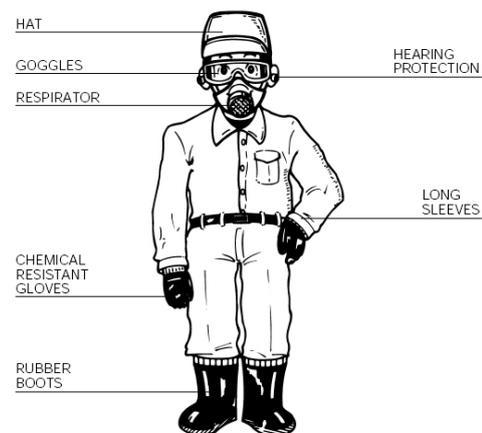

Fig 11
(1) Lea este manual detenidamente. Asegúrese de comprender cómo operar esta máquina correctamente antes de usarla.
(2) Ropa protectora (Fig.11)